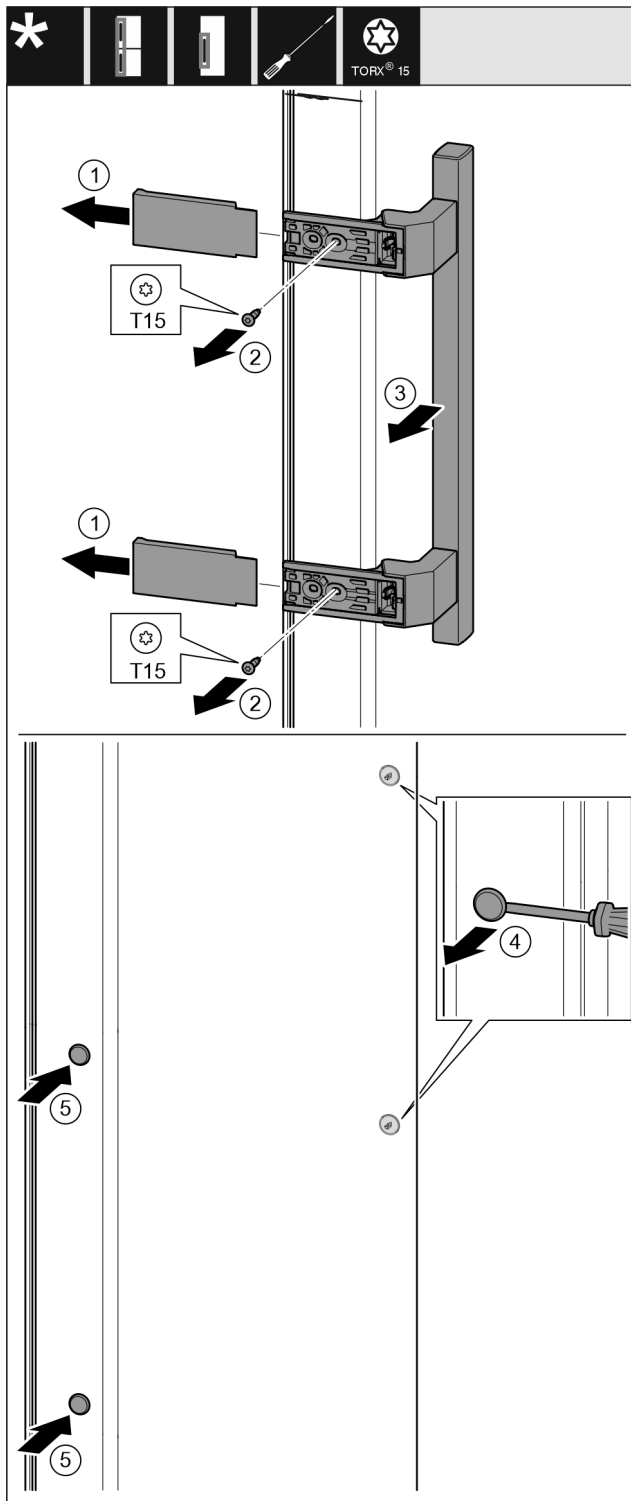

Fig. 39
- ▶ Снимите крышку. Fig. 39 (1)
- ▶ Выкрутите винты отверткой T15. Fig. 39 (2)
- ▶ Снимите ручку. Fig. 39 (3)
- ▶ Осторожно приподнимите шлицевой отверткой боковые заглушки и выньте их. Fig. 39 (4)
- ▶ Снова вставьте заглушки с другой стороны. Fig. 39 (5)